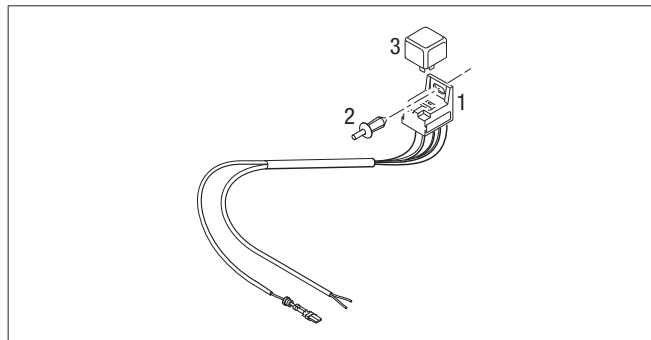

Bild 8
- Fäst fläktrösockeln (1) på en lämplig lätt tillgänglig plats med kabelband eller expanderbult (2). Tryck in expanderbulten 5,5 x 12 tills rösockeln sitter fast, se Bild 8.
- Sätt på locket (3) på rösockeln.